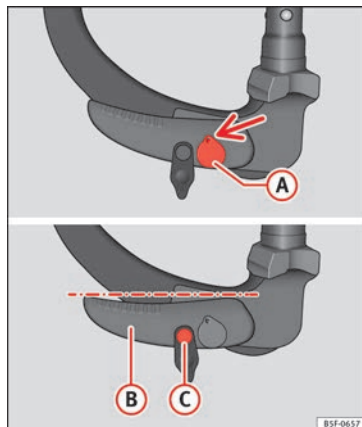

Fig. 211 Position de réserve : position du levier et de la broche de déverrouillage
- La clé (A) » fig. 211 se trouve en position de déverrouillage (la partie trouée de la clé est visible vers le haut).
- Le levier (B) » fig. 211 se trouve en position inférieure.
- Il est possible de déplacer la broche de déverrouillage (C) » fig. 211.